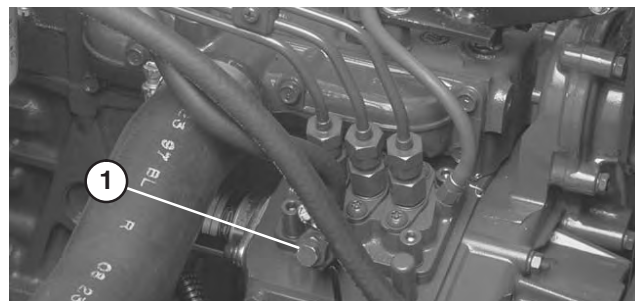

Figure 26
2. Desserrez la vis de purge sur la pompe d'injection (Fig. 26) à l'aide d'une clé de 12 mm.